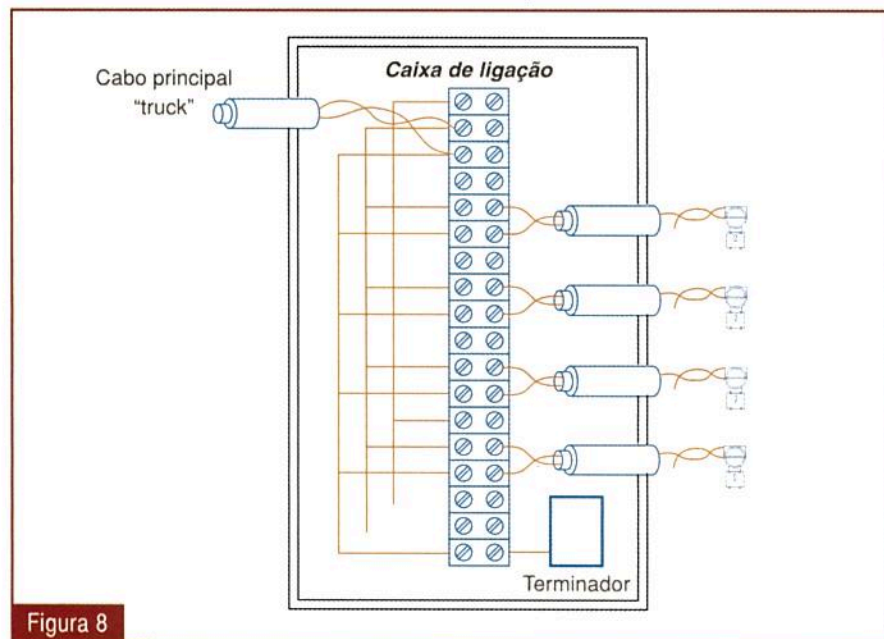

Figura 8
c) Resistores de proteção como visto na figura 8, abaixo, para proteger o barramento do tráfego entre outras estações dos efeitos de um *spur* em curto-circuito num *trunk* desenergizado, não intrinsecamente seguro.
Através das ligações internas dos acopladores (**Figura 8**), pode-se construir várias topologias.